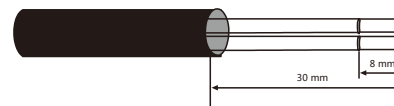

Abbildung 5.28
- Verwenden Sie einen Abisolierer, um die Isolierung der Kommunikationskabel bis zu einer bestimmten Länge abzuziehen (siehe Abbildung 5.28).